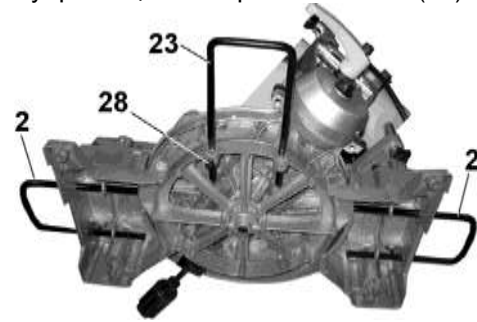

Рис. 4
3. Пильный диск плохо закреплён	3. Затянуть болт (44), Рис.4, после установки пильного диска